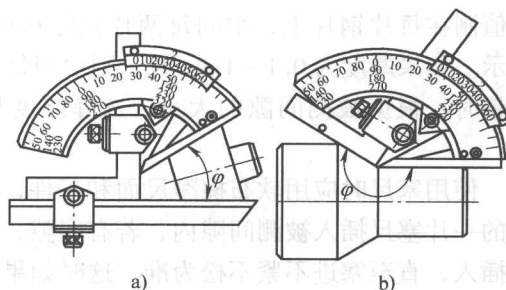

图 2-14 游标万能角度尺的应用
3. 游标万能角度尺测量方法 如图 2-14 所示, 测量时, 要注意先校对零位 (方法是当角尺与直尺装上, 且角尺的底边及基尺均与直尺无间隙时, 主尺与游标的“0”线对准) 再移动主尺作粗、微移动, 使游标万能角度尺刻度的两测面与所测表面紧密接触, 最后固定主尺, 可测量 $0^{\circ} \sim 320^{\circ}$ 范围的任意角度。